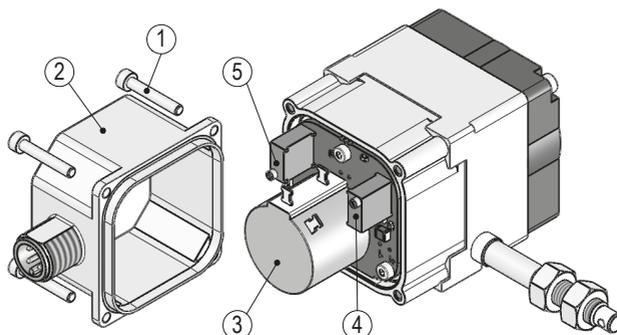

Abb. 10: Einstellen Trimpotis 4/20mA; MWIHP
Durch zwei Trimpotentiometer Pe ⑤ und Po ④ (siehe **Abb. 10**) können diese Werte an die tatsächlichen Anfangs- und Endstellungen der Anwendung angepasst werden.